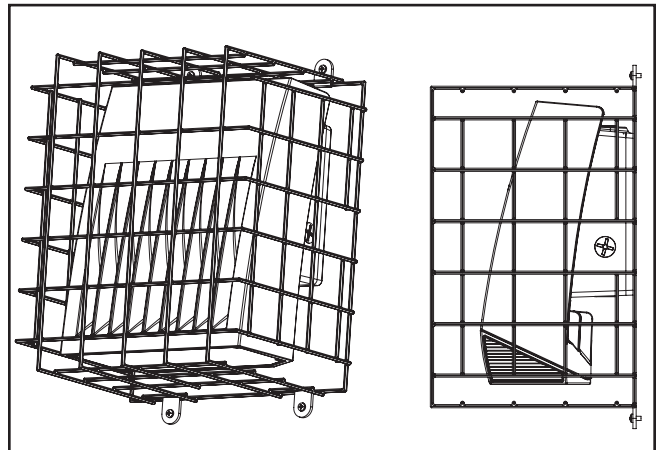

Figura 1.
3. Use sujetadores n.º 8 (de otras marcas) para unir el protector de cables a la superficie de montaje. (Figura 1.)